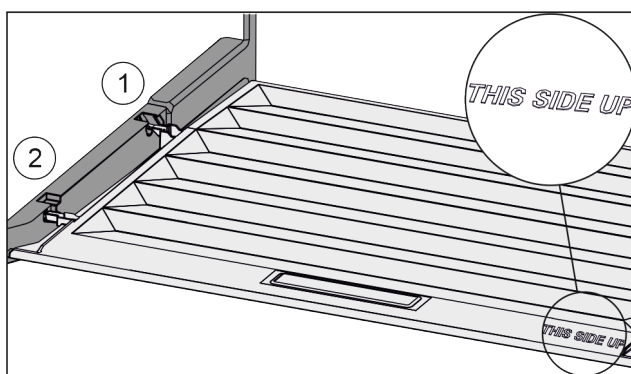

Fig. 54
- Skyv inn dekseltrinn via åpningen til bakre holder *Fig. 54 (1)* og klikk dem på plass i fremre holder *Fig. 54 (2)*.